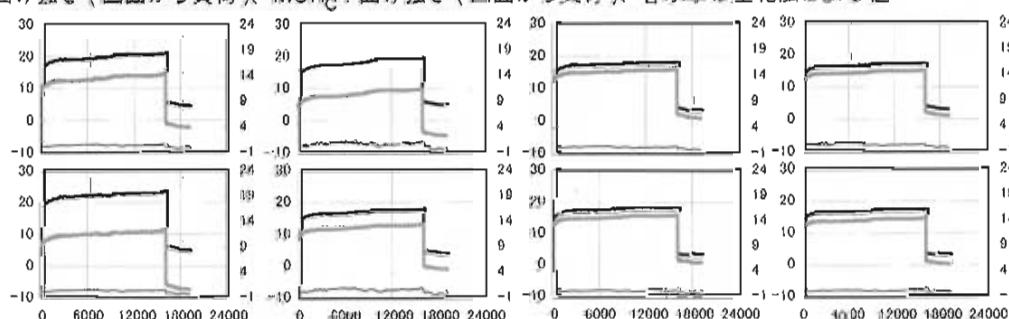

図1 全たわみ (初期たわみ + クリープたわみ)、全たわみーむくり、及び膨潤・収縮量の変動
①図1に全たわみ（むくり位置からのたわみ量）、「全たわみーむくり」（基準線としての水平位置からのたわみ量）、及び膨潤・収縮量の変動を示します。同図を見ると、「全たわみーむくり」は、集成材よりも製材の方がかなり小さくなっています。これは、主として製材における当初のむくり量（前回使用時の残留たわみ）が相対的に大きいためと考えられます（表1参照）。このことから、建築解体材などを梁として再利用する場合、材の設置方向に配慮することが効果的と言えるでしょう。また、この結果を応用することにより、乾燥時に一定の処置を施すことによって“むくり材”を簡易、且つ効果的に製造出来ることが考えられます。
②表1をみると、クリープ試験終了後に求めた曲げヤング係数(MOE)と曲げ強さ(MOR)は、何れも『むくり』の凸側から負荷したときと凹側から負荷したときで大きな差はありません。このことは、『むくり』材の機械的性質と荷重方向の間に顕著な関連性がないことを示しています。一方、スギのMOEはペイマツの同値の6～7割程度しかないにも係わらず、MORの値は殆ど同じ値か、むしろスギの方が高くなっています。この結果は、建設省告示第1452号とも概ね一致しており、ヤング係数の割に強度の高いスギの特性を良く表しています。